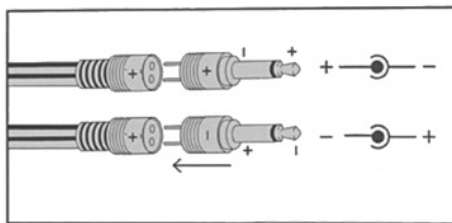

Рис. 2
- 3.3. Подсоедините к выходному кабелю разъем, соответствующий гнезду на Вашем устройстве. При присоединении разъема совместите маркировку «+» на проводе с маркировкой «+» на разъеме. В этом случае внутренний контакт будет иметь полярность «+», а внешний «-». Обратите внимание на маркировку полярности на гнезде вашего устройства. Если требуется обратная полярность (внутренний контакт - «-», а внешний - «+») – разверните разъем на 180° (см. Рис. 2)